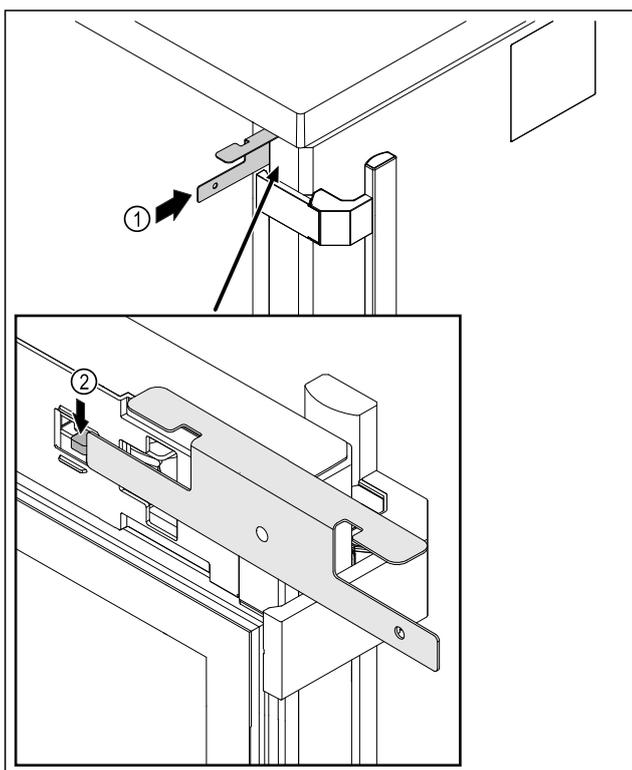

Fig. 218
- Inserire la chiave di sblocco di emergenza Fig. 218 (1) tra la porta e il corpo dell'apparecchio.
- Premere il gancio della serratura Fig. 218 (2) verso la cerniera.